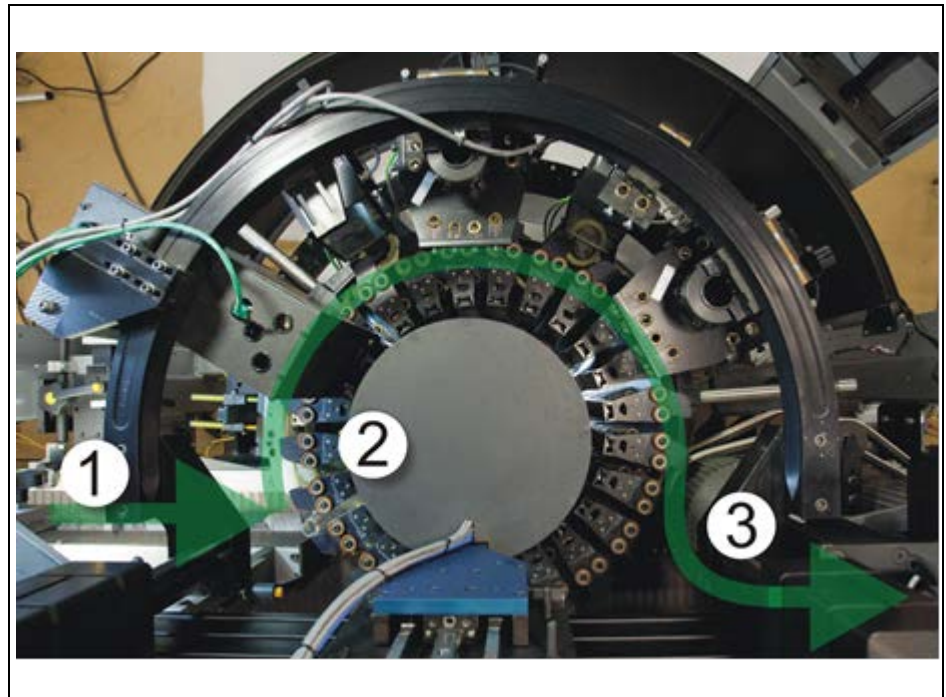

Figura 2: Recorrido de transporte del envase (se muestra el portabotellas estilo cesta)
- 1 conjunto portabotellas. Los portabotellas están disponibles en dos estilos: ruedas de estrella estilo convencional (generalmente unidades de rueda de estrella superior e inferior) o el portabotellas estilo cesta (Figura 2). A continuación, se describen ambos tipos de portabotellas. Los portabotellas se utilizan para transportar envases desde los tornillos de alimentación, a través de las estaciones de inspección, hasta el conjunto de salida.